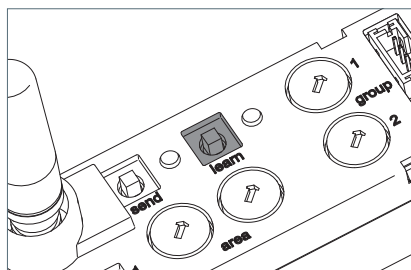

Fig. 19: Touche « learn »
- Appuyez sur la touche « learn » et tenez-la appuyée pendant dix à 15 secondes jusqu'à ce que la LED « learn » clignote lentement, voir Fig. 19.